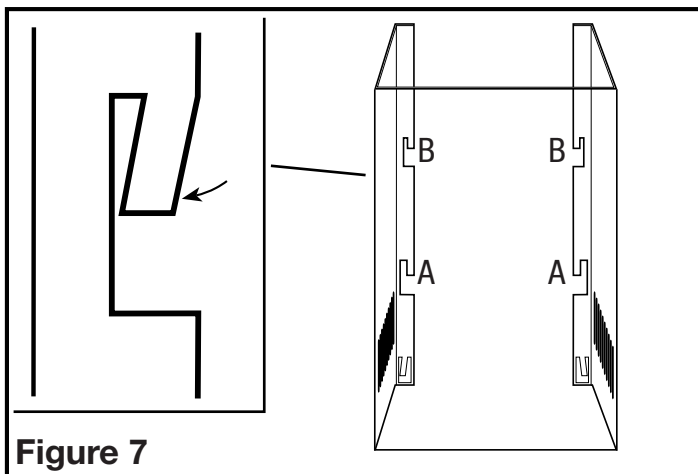

Figure 7
3. Enfoncez les languettes appropriées dans la section inférieure de la cheminée (section avec des trous d'aération). Si vous utilisez la cheminée supérieure, enfoncez les languettes au milieu de la cheminée (position A), autrement enfoncez les languettes au sommet de la cheminée (position B). Enfoncez les languettes au fond de la cheminée de façon à avoir approximativement 1/4 po d'espace (Figure 7).